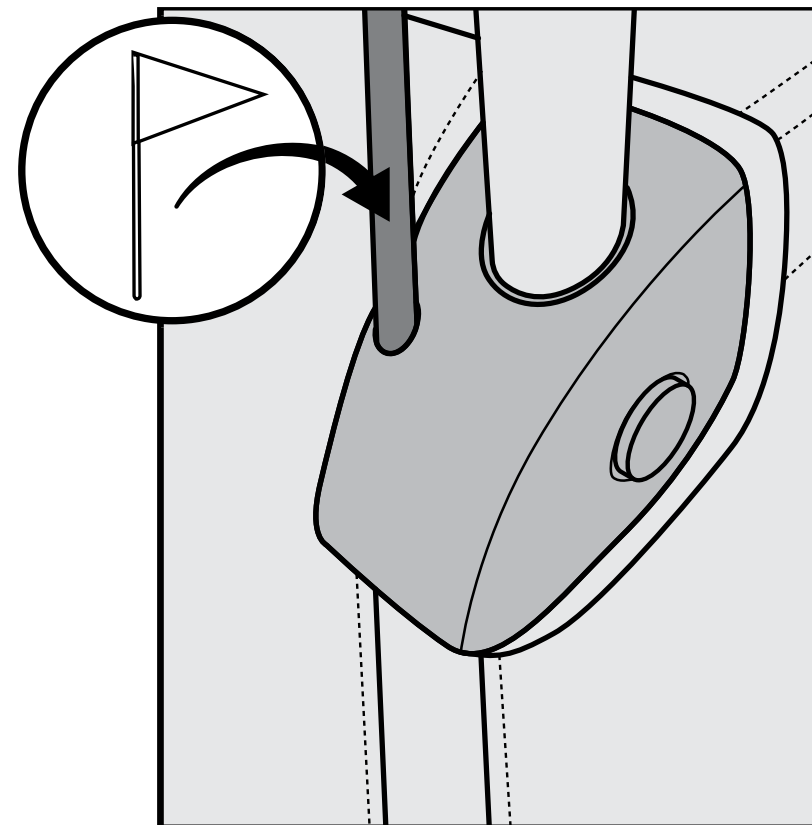

Figura 23
1. Inserte la bandera en el soporte para la bandera ubicado en cualquiera de los receptores del asidero. Asegúrese de que esté completamente insertada (Figura 23).